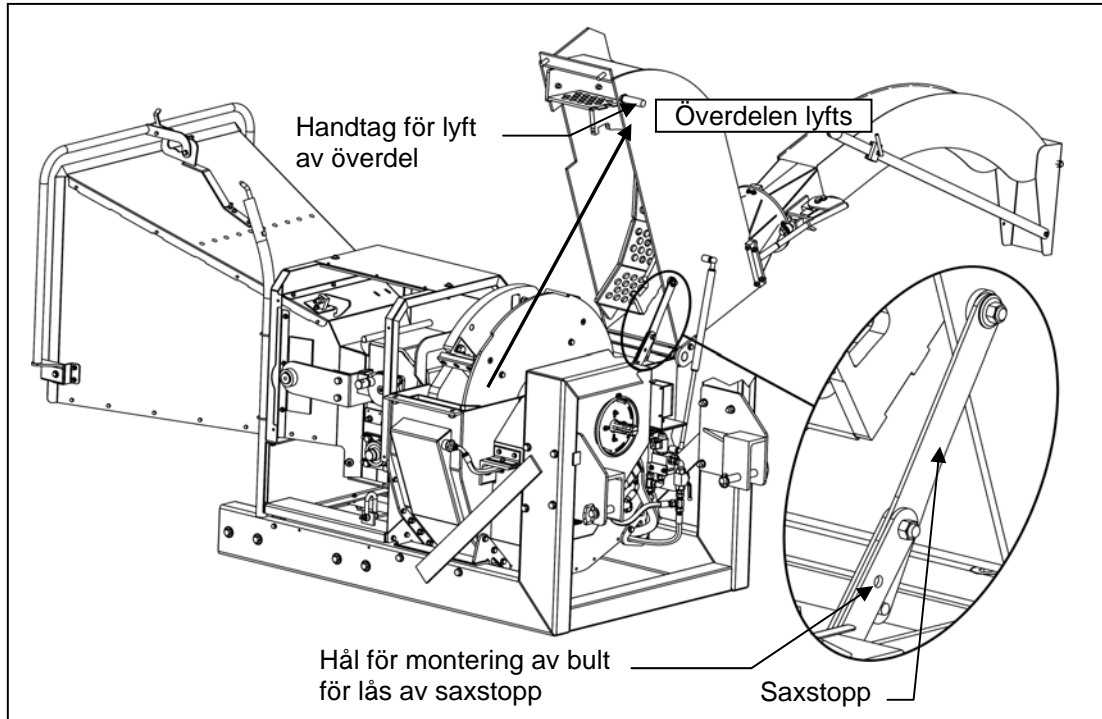

Bild 18: Öppning av maskinen 2 – Överdelen lyfts, och en bult sätts eventuellt i saxstoppet
6. Överdelen av rotorhuset kan nu öppnas genom att du tar tag i handtaget på överdelen och lyfter. Se bild 18.